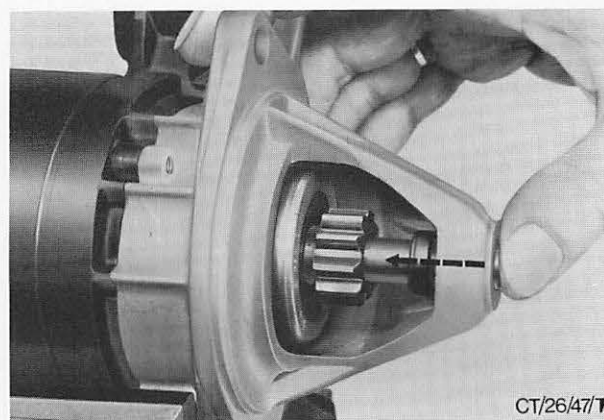

Abb. 77 Anker durch die Lagerbüchsen verschieben
20. Anker durch die Lagerbüchsen zum Kollektorschild hin schieben, Abb. 77, damit das größtmögliche Vorstehmaß der Welle erreicht wird. Ausgleichscheiben von ausreichender Gesamtdicke auf die Ankerwelle aufsetzen, so daß der Anker bei montierter U-Scheibe kein Axialspiel aufweist.